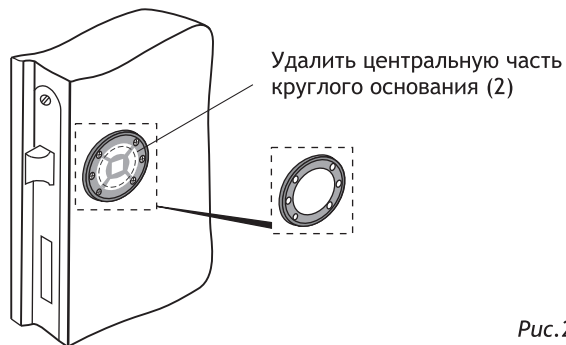

Рис. 2
3. Разметьте и просверлите в дверном полотне отверстия для крепления круглого основания (2) под шурупы (7) или под стягивающие втулки (6) в зависимости от выбранного способа крепления и зафиксируйте его. Выньте квадратный стержень (3) и удалите центральную часть круглого основания (2) см. рис. 2;